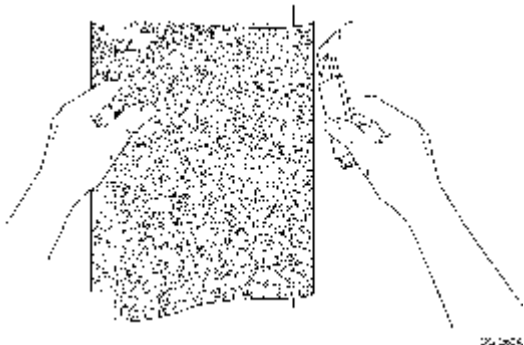

Figura 1. Retirada del papel protector con el método de la bisagra central
Scotch™. A continuación, aplicar una cinta de papel de 5 cm de ancho, cruzando la pieza verticalmente de arriba a abajo, vea la figura 1
2. Doble la mitad del paño sobre la cinta y retire el papel que protege el adhesivo y corte este según se indica en la figura 1, tire el papel protector sobrante.